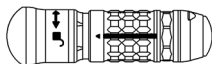

Figura 1
- Con uno spazzolino, pulire delicatamente le cannule del terminale mentre è immerso nella soluzione di pulizia. Usare lo spazzolino ACB per tutti i terminali, tranne il modello MA-D20-G1 e i manicotti dei cuscinetti dei terminali per procedure ad accesso minimo. Usare lo spazzolino SDCB per i terminali MA-D20-G1 e i manicotti dei cuscinetti dei terminali per procedure ad accesso minimo. Se il terminale riporta una ghiera di rilascio (Figura 1), spostarla e spazzolare l'area esposta.
- Manipolare le parti semovibili, come le ghiera di rilascio (Figura 1).